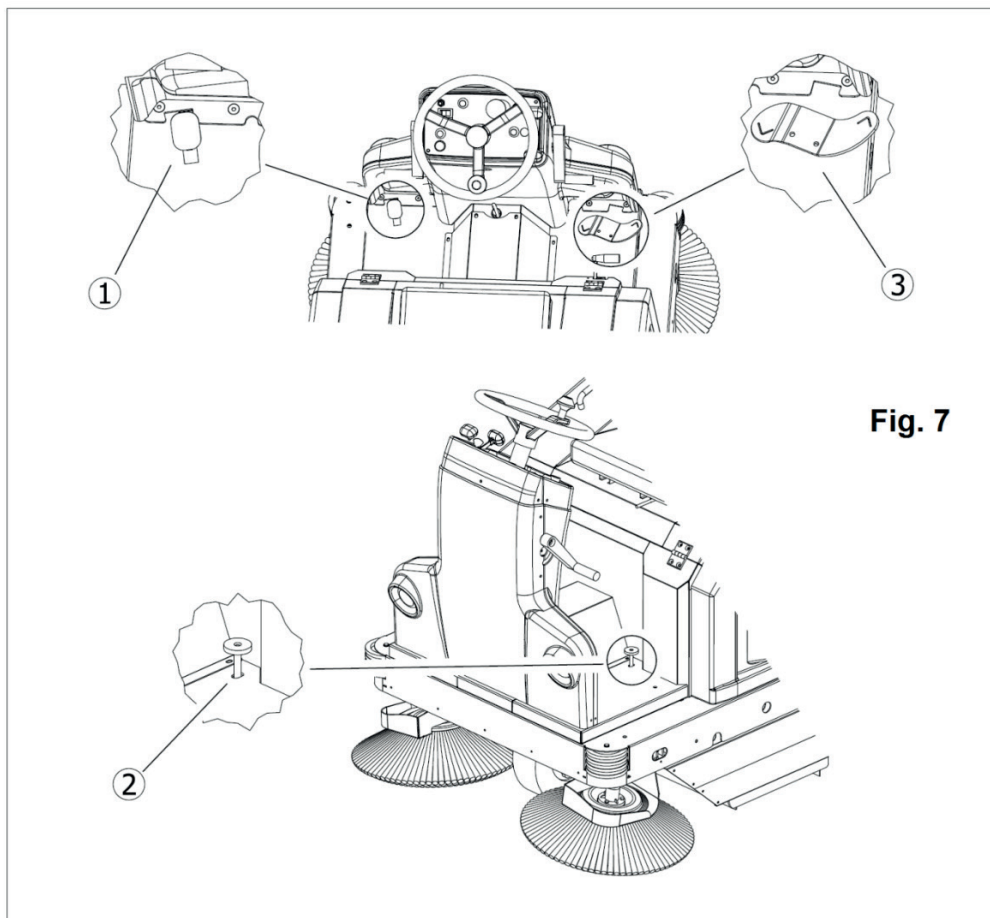

Fig. 7
Element podnoszenia klapy, Cz. 2 Rys. 7, umożliwia, przez naciśnięcie pedału, podniesienie przednich uszczelek Cz. 3 Rys. 5, umożliwiając zbieranie dużych przedmiotów. Dlatego nadaje się do liści, paczek po papierosach itp.
Naciśnięcie tego pedału Cz. 1 Rys. 7 powoduje, że maszyna zwalnia i zatrzymuje się (do momentu jego zwolnienia).
Cz. 3 Rys. 7. Pedał ten służy do poruszania maszyny do przodu lub do tyłu po jej uruchomieniu. Naciskać stopniowo, nigdy gwałtownie, aby uzyskać łagodne ruszenie i stopniowe prędkości. Podczas jazdy do tyłu prędkość jest bardzo niska ze względów bezpieczeństwa. W położeniu neutralnym maszynę można pchać zarówno do przodu, jak i do tyłu.
- Nacisnąć prawą stopą dźwignię jazdy **Cz.3 Rys.7** w kierunku ruchu do przodu (patrz strzałka na pedale). Naciskać stopniowo, nigdy gwałtownie, aby uzyskać łagodne ruszenie i stopniowe prędkości.